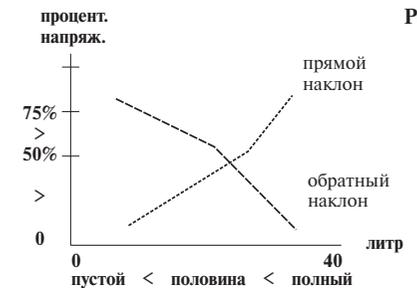

Рис. 5.1
*Примечание: если Вы уверены, что в Вашем автомобиле калибровочная кривая имеет обратный наклон (см. график, рис. 5.1), то можно проводить калибровку со Пэтана.*